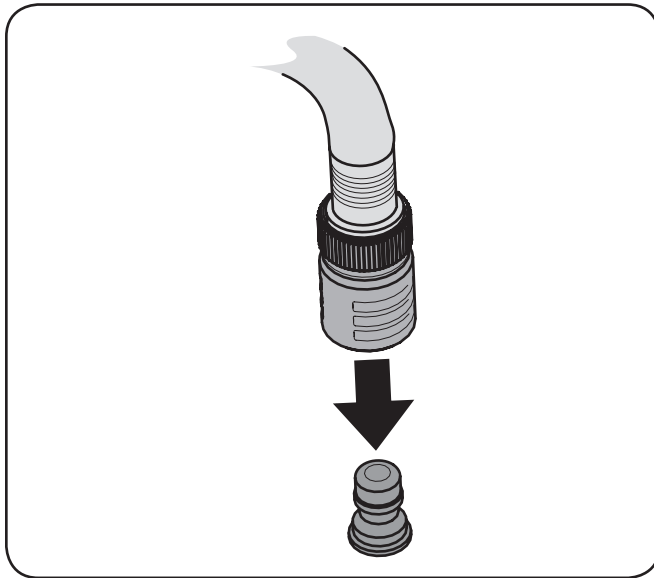

Figure 6-2
- Una el acople de la manguera al puerto de agua que se encuentra en la superficie de la plataforma. Vea la Figure 6-2.